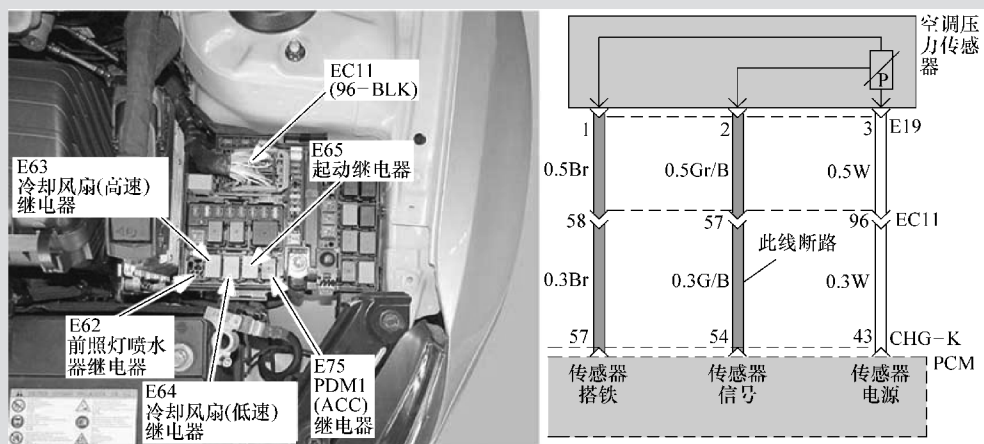

图 14-2 线路断路处
3) 检测 PCM 插头 CHG - K 的 54 针脚, 电压为 0V。空调压力传感器插头 E19 的 2 针脚 (灰/黑线) 到 EC11 - 57 针脚线路断路 (图 14-2), PCM 没有接收到空调压力传感器压力信号, PCM 没有对 CHG - K 的 50 针脚进行占空比控制, 压缩机不工作空调不制冷。